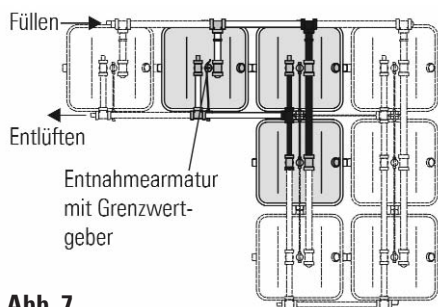

Abb. 7
3.2.2 Die Anbindung der unvollständigen Reihe ist entsprechend Abb. 7 bis 9 durchzuführen.